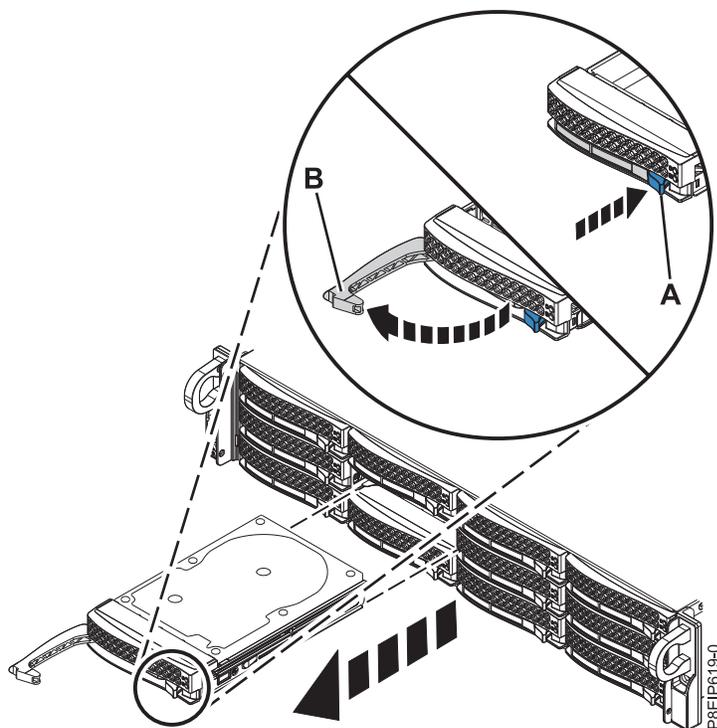

Figura 75. Removendo uma Unidade
2. Destrave a alça do compartimento de unidade (B) empurrando a liberação da alça (A) conforme mostrado na Figura 75 na página 111. A alça (B) desencaixa em sua direção. Se a alça não desencaixar totalmente, a unidade não deslizará para fora do sistema.